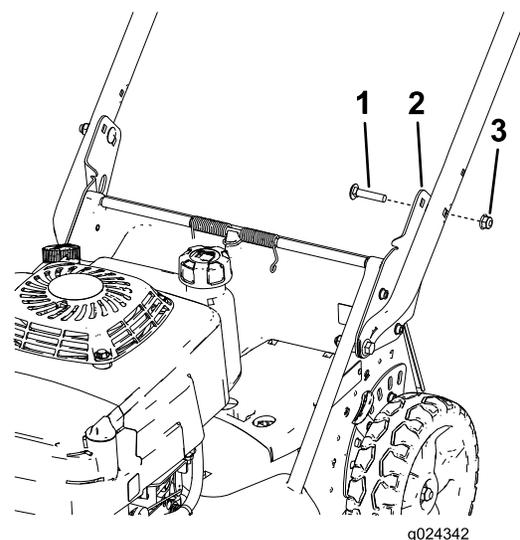

Figura 6
6. Fissate la stegola sulle staffe all'altezza desiderata con 2 bulloni a testa tonda (5/16" x 1 1/2") e 2 dadi flangiati (5/16") come mostrato in Figura 6.